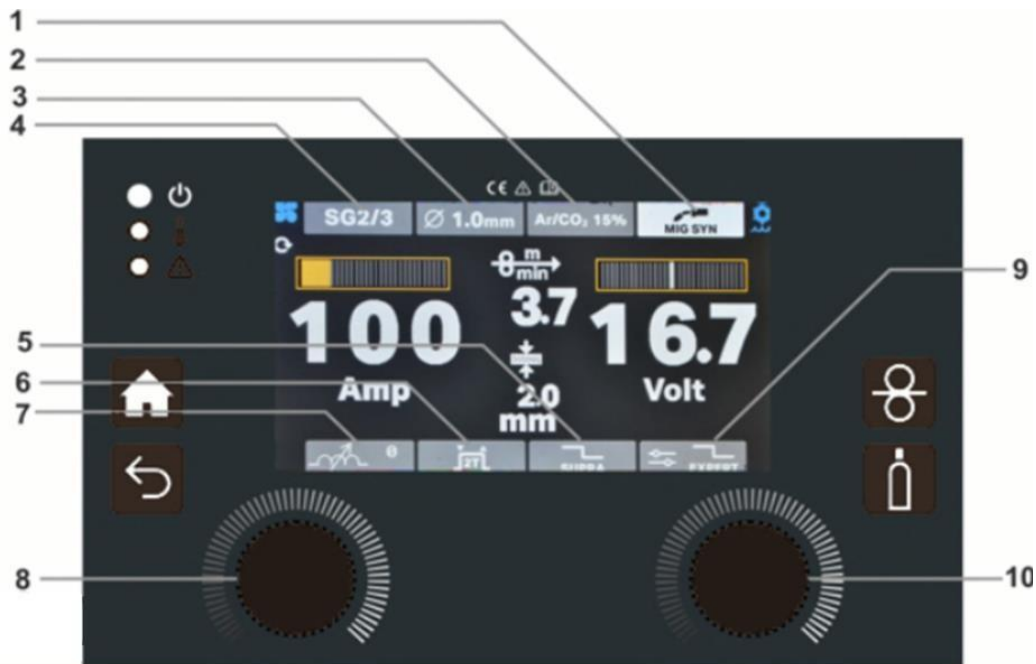

Fig. 5.
Seleccione el modo de soldadura MIG/MAG SYN pulsando el encoder lateral derecho (10 - Fig. 5) en la opción de menú correspondiente. Ha entrado en el modo MIG SYN en el que puede visualizar el estado del modo respectivo (1 - Fig.1)
- Todos los elementos del menú se vuelven rojos cuando se hace clic en ellos para establecer su valor. Seleccione el material a soldar (elemento de menú 4 - Fig. 5), el diámetro del hilo (elemento de menú 3 - Fig. 5) y el tipo de gas (elemento de menú 2 - Fig. 5) con el encoder derecho (10 - Fig. 5) de acuerdo con las siguientes tablas de programas sinérgicos:
- Ajuste la inductancia (opción de menú 7 - Fig. 5) con el encoder lateral derecho (10 - Fig. 5): menos inductancia (arco más estrecho, más penetración) y más inductancia (arco más ancho, más relleno).
- Dentro del programa sinérgico, puede ajustar la corriente de soldadura con el encoder del lado izquierdo (8 - Fig. 5) y con el encoder del lado derecho (10 - Fig. 5) puede realizar un ajuste sinérgico fino.
- Puede elegir entre los modos de antorcha de soldadura 2T, 4T o SPOT con el encoder lateral derecho (10 - Fig. 5):
Modo de punto MIG/MAG - Cuando se selecciona indica que la máquina está en modo de soldadura por puntos MIG/MAG. Gire el encoder del lado derecho (10 - Fig. 5) para seleccionar el tiempo de SPOT en segundos. Inicie la soldadura por puntos pulsando el gatillo de la antorcha y continuando pulsado hasta el final del programa de soldadura MIG ajustado.
- Puede elegir entre soldadura de cortocircuito no pulsada y SUPRA (elemento de menú 5 - Fig. 5) con el encoder lateral derecho (10 - Fig. 5). SUPRA es un tipo de soldadura pulsada (una alternancia entre dos niveles de potencia) con modo de transferencia en cortocircuito (véase el capítulo 8.4 para más información).
Para entrar en ADV MIG SYN, gire el encoder derecho (Nr.10 - Fig. 5) hasta que el botón (nr.9 - Fig. 5) se vuelva amarillo. A continuación, pulse el botón del encoder derecho. Para seleccionar el MODO BÁSICO (en ADV MIG SYN), pulse el botón del encoder derecho (nº 6 - Fig. 6) hasta que un parámetro se vuelva amarillo. Gira el encoder derecho hasta que el botón BASIC/EXPERT se vuelva amarillo. Pulsa el botón derecho del encoder para que el botón BASIC/EXPERT se vuelva rojo. Gira el encoder derecho hasta que aparezca el modo BÁSICO.
Para entrar en ADV MIG SYN, gire el encoder derecho (Nr.10 - Fig. 5) hasta que el botón (nr.9 - Fig. 5) se vuelva amarillo. A continuación, pulse el botón del encoder derecho. Para seleccionar EXPERT MODE (en ADV MIG SYN), pulse el botón del encoder derecho (nº 10 - Fig. 8) hasta que un parámetro se vuelva amarillo. Gira el encoder derecho hasta que el botón BASIC/EXPERT se vuelva amarillo. Pulsa el botón derecho del encoder para que el botón BÁSICO/EXPERT se vuelva rojo. Gira el encoder derecho hasta que aparezca el modo BÁSICO.